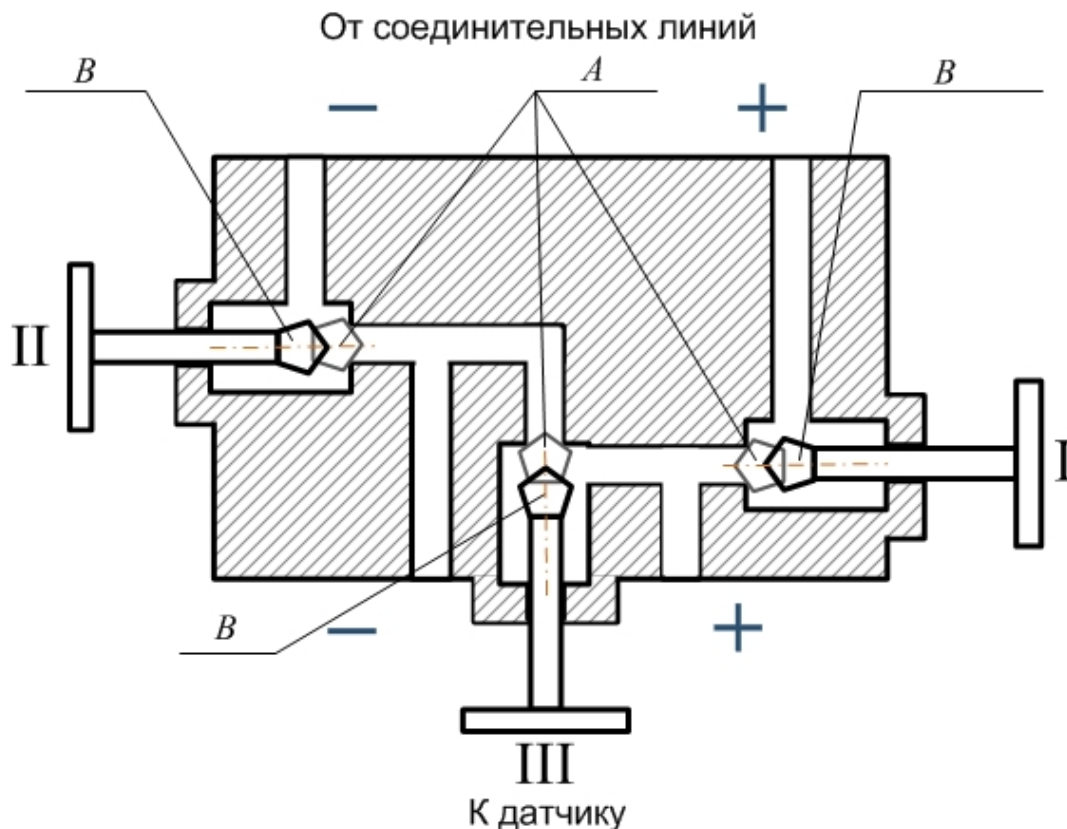

Рисунок 1 — Схема клапанного блока
2.2.10 Для исключения случаев возникновения односторонних перегрузок в процессе эксплуатации датчиков разности давлений необходимо строго соблюдать определенную последовательность операций во время включения датчика в работу при использовании клапанного блока (рисунок 1):